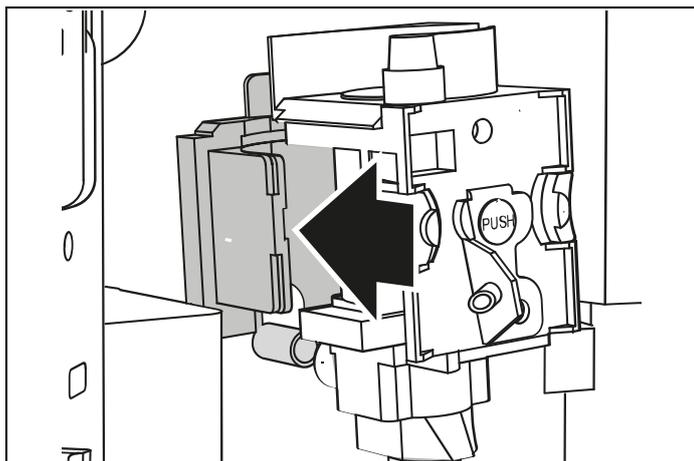

Fig. 49
- 2) Après le nettoyage, remplacez l'infuseur (**A5**) en le faisant glisser sur le support interne et l'épingle en bas, puis enfoncez à fond le symbole PUSH jusqu'à ce qu'il s'enclenche (Fig. 49).